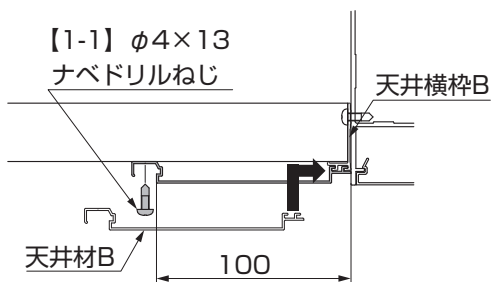

図4-32 天井材Bの取付け
- ②天井材Bを天井横枠Bに差込み(P.20 図4-32参照)図の寸法を確認の上、天井縦枠、天井吊部材に【1-1】で取付けてください。
- P.20 図4-32の寸法からはずれていると天井材Cが取付かない場合があります。必ず※1の複数箇所寸法の確認を行なってください。